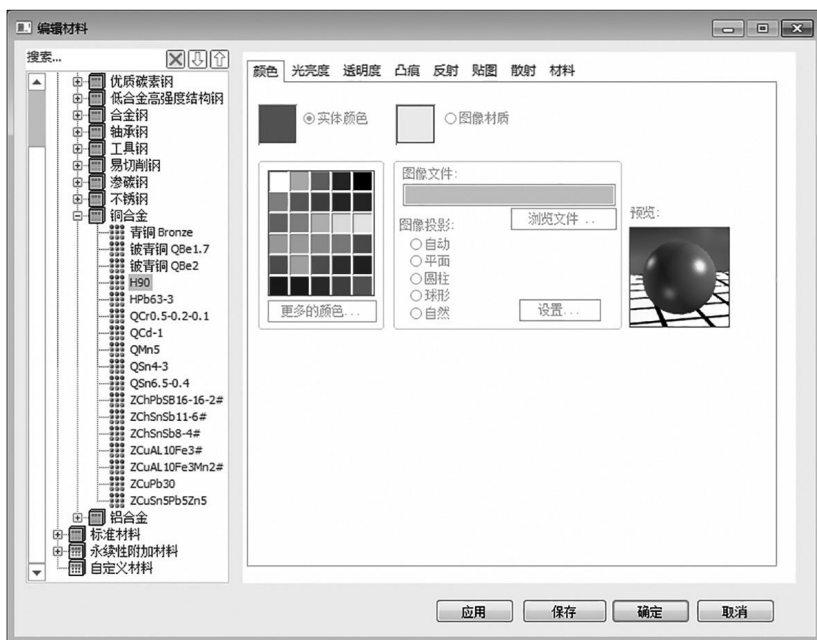

图 1-1-4 编辑材料
(3) 单击“菜单”→“显示”→“显示”下拉按钮，打开视图显示操作命令菜单，在此可以实现零件视图的动态缩放、局部放大、平移和动态旋转操作。
(4) 在键盘上分别按 F2、F3、F5、F6、F7、F8、F9 键，观察图形视图及坐标系的变化。
①按 F2 键可以实现鼠标左键拖动平移操作，按 ESC 键或单击鼠标中键结束操作。按 Shift 键 + 鼠标中键也可实现鼠标左键拖动平移操作。
②按 F3 键可实现鼠标左键动态旋转操作，按 ESC 键结束操作。长按鼠标中键也可实现动态旋转操作。
③按“Ctrl+F2”组合键可实现相对上下左右移动操作。
④按 F5 键可以选择 X-O-Y 平面显示，且 X-O-Y 平面为当前作图平面。
⑤按 F6 键可以选择 Y-O-Z 平面显示，且 Y-O-Z 平面为当前作图平面。
⑥按 F7 键可以选择 X-O-Z 平面显示，且 X-O-Z 平面为当前作图平面。
⑦按 F8 键可以显示轴测图。
⑧按 F9 键可以切换作图平面（注意观察坐标系之间斜线的变化）。
(5) 将鼠标指针置于零件上，单击鼠标右键，在弹出的快捷菜单中选择“编辑材质库”命令，弹出“编辑材料”对话框，选择“国际材料”→“铜合金”→“H90”选项，单击“确定”按钮，添加材料完成，结果如图 1-1-4 所示。将鼠标指针置于零件上，单击鼠标右键，在弹出的快捷菜单中选择“取消材料”命令，可以删除已添加的材料。